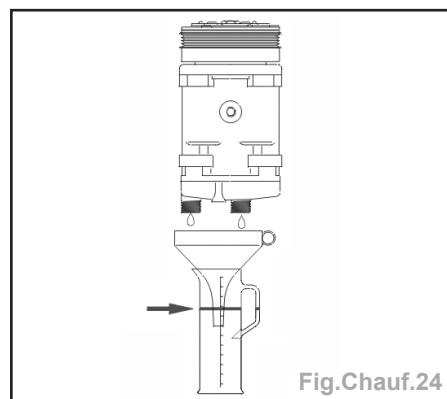

Fig.Chauf.24
- Tourner l'ensemble (4) d'une dizaine de tours (écoulement de l'huile dans la culasse).
- Déposer les bouchons (3) (Fig.Chauf.24).